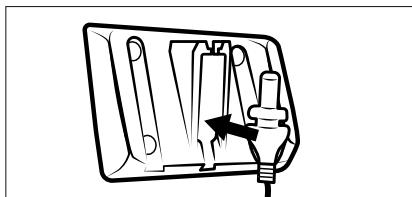

Fig. 4
- Inserire lo spinotto cavo **11** dell'alimentatore **10** nel supporto a parete **18** (vedere fig. 4). Fissare lo spinotto cavo **11** ruotandolo.